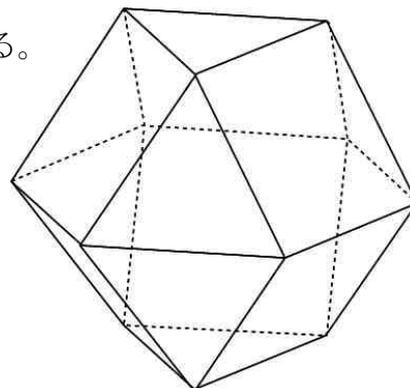

図1【参考例】
(1) 多面体について
- ① 図1を参考にし、より遠くへ進む多面体を作製する。
- ② 多面体を構成する面は正多角形とする。
- ③ 正多角形は正三角形、正方形、正五角形、正六角形の中から選択する。
- ④ 1つの多面体に対して複数の正多角形を組み合わせて作製することができる。同じ正多角形でも大きさの異なる正多角形を用いてもよい。
- ⑤ 正多角形の平面を曲げることはできない。
- ⑥ 多面体の辺を接着する場合は、セロハンテープを使用してもよい。多面体の辺を接着する以外の用途でセロハンテープを使用しないこと。また、セロハンテープを何重にも重ねて貼らないこと。